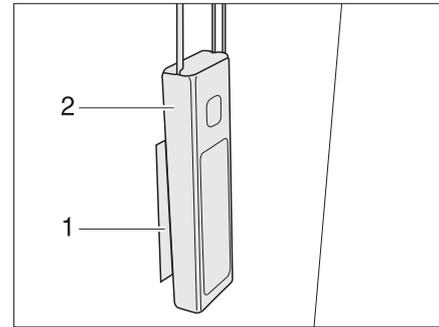

Fig. 79 Tensor de cordón
- Presionar el tensor de cordón (Fig. 79,2) en el cierre de velcro (Fig. 79,1).
- Retirar el tensor de cordón (Fig. 79,2) del cierre de velcro (Fig. 79,1).